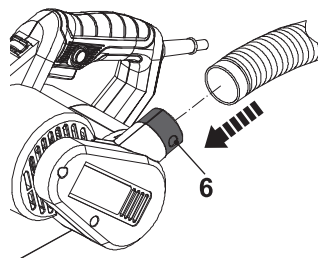

Fig. 10
Alternativ un sistem de extragere a prafului sau un aspirator potrivit, poate fi conectat la ieșirea de extracție a prafului (6) pentru o zonă de lucru mai curată și mai sigură (Fig. 10).